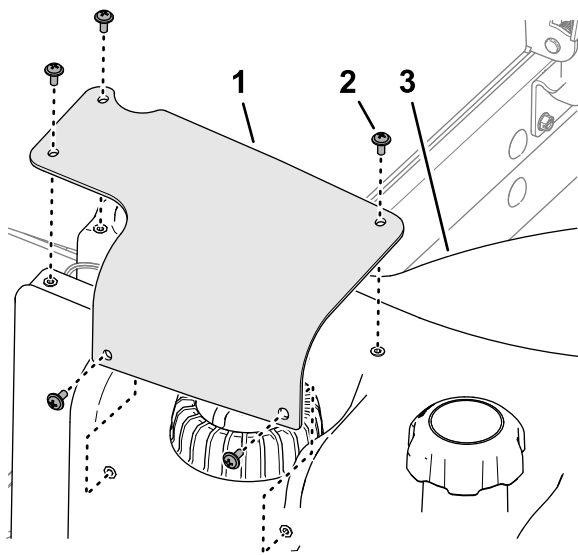

図 126
7. 燃料センダのカバーについている穴を燃料タンクの穴に合わせ、プラスねじ5本でカバーをタンクに取り付ける図 126。